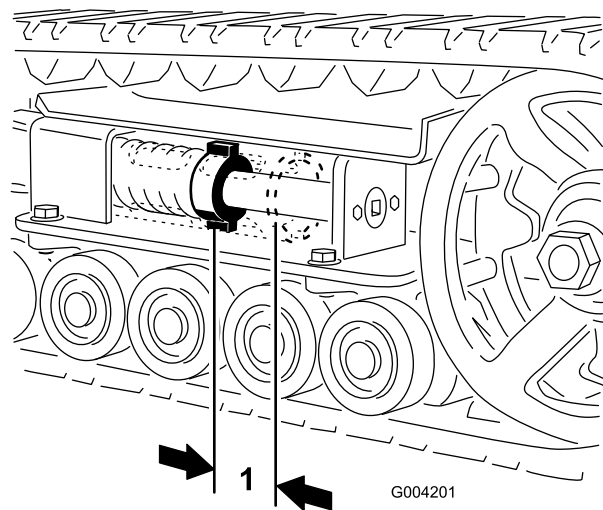

Figure 46
L'écrou de tension et l'arrière du tube de tension doivent être distants de 7 cm (Figure 46). Si ce n'est pas le cas, réglez la tension des chenilles comme suit :
5. À l'aide d'un rochet de 1/2 pouce, tournez la vis de tension dans le sens antihoraire jusqu'à jusqu'à obtention d'un espacement de 7 cm entre l'écrou de tension et l'arrière du tube de tension (Figure 46).
12. Tournez la vis de tension dans le sens antihoraire jusqu'à obtention d'un écartement de 7 cm entre l'écrou de tension et l'arrière du tube de tension (Figure 46).
- Tournez la vis de tension dans le sens antihoraire jusqu'à obtention d'un écartement de 7 cm entre l'écrou de tension et l'arrière du tube de tension (Figure 46).